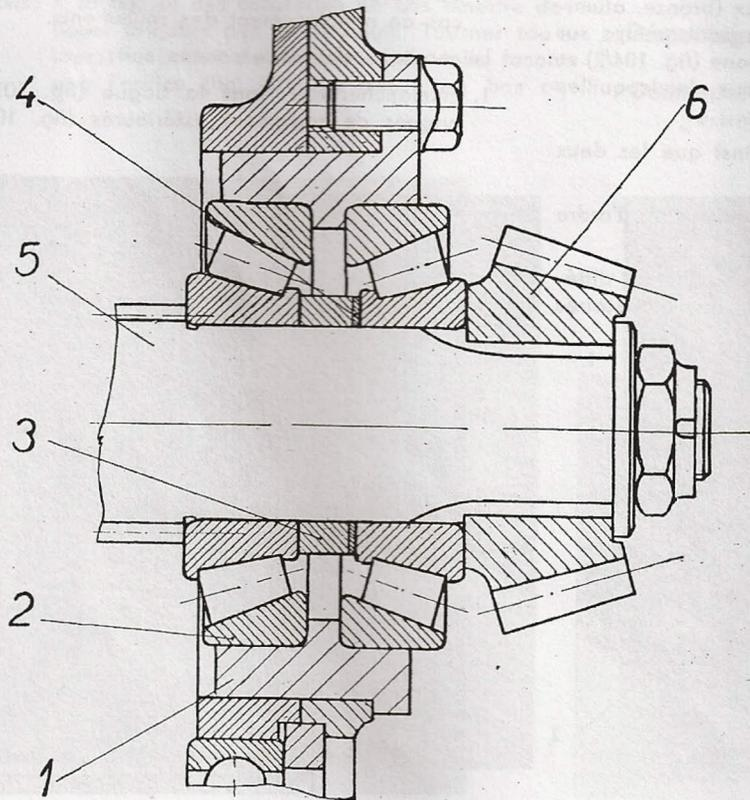

Fig. 107
1. Emmancher dur dans la bague (fig. 107/1) les bagues de roulement extérieures (fig. 107/2) et
poser le roulement à rouleaux côniques 30308 (30307, 30309), l'anneau entretoise (fig. 107/3) et de même le roulement à rouleaux côniques 30308 (30307, 30309); enfoncer les roulements à la presse et essayer de tourner la bague. Si elle tourne dur, il est indispensable de mettre une rondelle de réglage (fig. 107/4) entre les roulements à l'anneau d'entretoise.
3. Emmancher dur sur l'arbre du pignon d'attaque (fig. 107/5) la bague de celui-ci, avec les roulements dont le jeu est correctement rattrapé, emmancher sur les cannelures le pignon d'attaque (fig. 107/6) et appliquer la rondelle. Goupiller l'écrou à creneaux vissé M 20×1,5.
2. Appliquer la bague (fig. 107/1) de telle façon que les orifices ménagés dans la bride de la bague coïncident avec les orifices de la paroi arrière du carter du pont arrière et la visser sur ce carter.